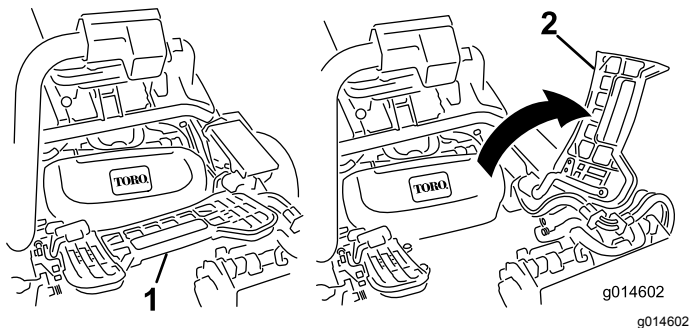

Figura 48
2. Eleve o apoio de pé e incline-o para aberto, permitindo o acesso à posição da unidade de corte central (Figura 48).